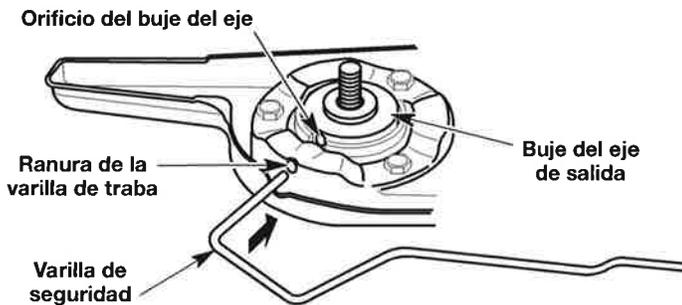
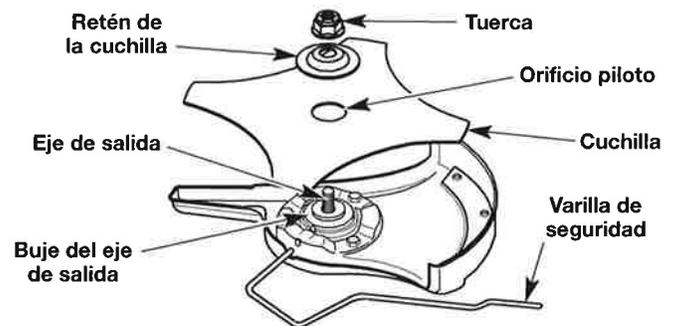

Fig. 14
Fig. 16
1. Rote la cuchilla (Fig. 16) hasta que el orificio del casquillo del eje se alinee con la ranura de la varilla de seguridad (Fig. 14).
2. Inserte la varilla de seguridad a través de la ranura de la varilla de seguridad y dentro del orificio del casquillo del eje (Fig. 14).
5. Quite la varilla de traba. Quite la contratuerca, el retenedor de la cuchilla y la cuchilla (Fig. 16). Guarde la contratuerca y el retén de la cuchilla para instalar la nueva cuchilla.
1. Rote el casquillo del eje de salida hasta que el orificio del casquillo del eje se alinee con la ranura de la varilla de seguridad (Fig. 14).
4. Mientras sujeta la varilla de traba en su lugar, baje la cuchilla sobre el buje del eje de salida (Fig. 16).
**ADVERTENCIA:** Para evitar lesiones personales graves, asegúrese de que el orificio piloto de la cuchilla se asiente de forma plana contra el buje del eje de salida (Fig. 16). La unidad vibrará y la cuchilla se puede desprender si la cuchilla no está centrada.
5. Coloque la retención de la cuchilla sobre el eje de salida con la superficie plana contra la cuchilla (Fig. 16).
6. Atornille la tuerca sobre el eje de salida (Fig. 16).